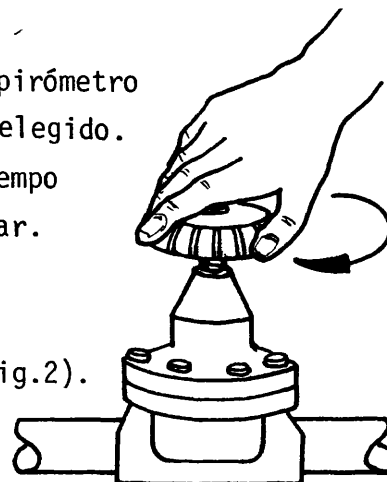

Fig. 2
- a Cierre completamente el combustible (fig.2).